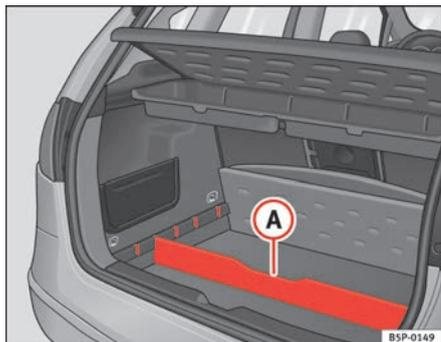

Fig. 106 Separador do piso do porta-bagagens
- Coloque o separador **A** ⇒ fig. 106, nas ranhuras laterais consoante o tamanho dos objectos a transportar. Debaxo do porta-objectos encontram-se as ferramentas de bordo e a roda sobresalente.